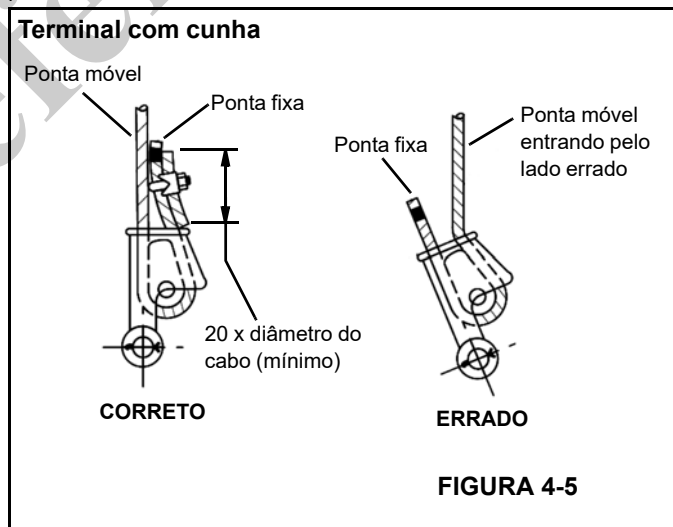

FIGURA 4-5
3. Certifique-se de que a extremidade móvel do cabo Figura 4-5 fique diretamente alinhada às orelhas do terminal e ao sentido da tração à qual o cabo será submetido. Se o cabo for incorretamente carregado no terminal, sob uma carga, o cabo dobrará conforme sai do terminal e a borda do terminal se desgastará no cabo causando danos ao cabo e falhas eventuais.
4. Insira a extremidade do cabo de aço no terminal, forme um laço no cabo e passe-o de volta através do terminal deixando que a ponta fixa Figura 4-5 sobressaia do terminal. Verifique se a ponta fixa do cabo tem comprimento suficiente para que seja possível aplicar o tratamento da extremidade à ponta fixa após a cunha ter sido assentada.